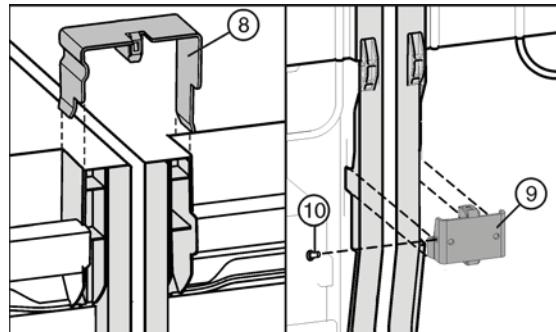

Fig. 7
- 將連接夾板 Fig. 7 (8)插入到中間側壁上。
- 連接角鋼 Fig. 7 (9)向下放入合適的槽中。
- 如果連接角鋼有些鬆動，則安裝螺栓 Fig. 7 (10)。